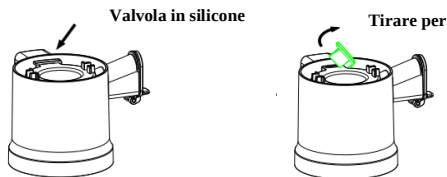

Fig. 11
3. Nel caso in cui rimangano dei residui nell'imboccatura del beccuccio per la polpa, estrarre la valvola in silicone come mostrato in (Fig. 11) e pulirla sotto l'acqua corrente.